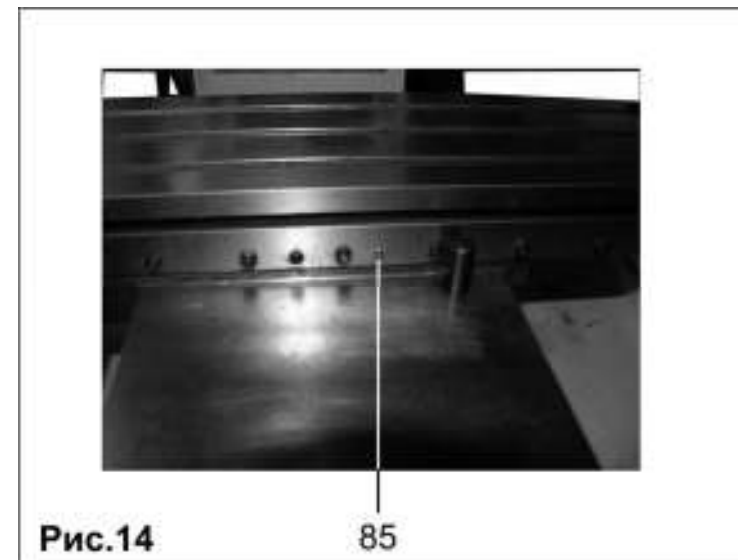

Рис.14
13.1.5. Перед началом работы и после окончания рекомендуется добавить несколько капель масла в маслёрники (85), Рис.14, всех узлов, снабжённых ими.